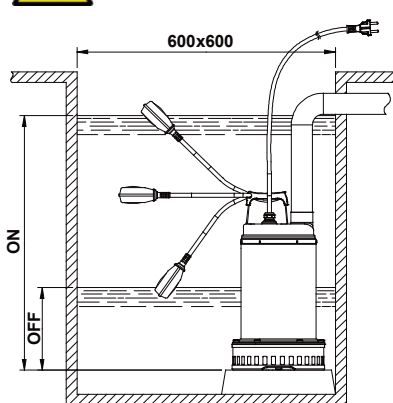

Рис.1
- 4.1 В случае, если на дне колодца, в котором должен работать насос, имеется много ила, необходимо предусмотреть стойку для установки насоса во избежание засорения решетки всасывания (**Рис.1**).
2. Для моделей, оснащенных поплавковым выключателем, необходимо проверить, чтобы он не был заблокирован (смотреть параграф РЕГУЛЯЦИЯ ПОПЛАВКОВОГО ВЫКЛЮЧАТЕЛЯ). Предусмотреть **минимальные размеры** колодцев, как указано на **Рис.1**. Необходимо всегда рассчитывать размеры колодца также соответственно имеющемуся объему воды и расходу насоса таким образом, чтобы не подвергать двигатель чрезмерно частым запускам.